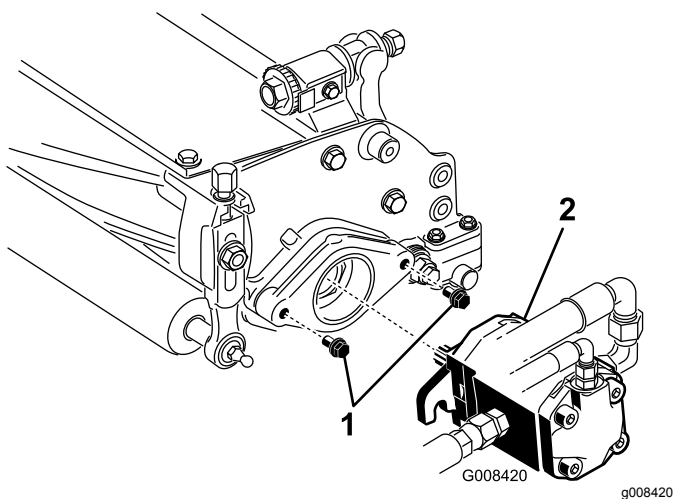

Figure 11
7. Le filetage doit dépasser de 13 mm sur chaque boulon de fixation de moteur d'entraînement du cylindre (Figure 11).
8. Lubrifiez l'arbre cannelé du moteur avec de la graisse propre, puis montez le moteur en le tournant dans le sens horaire de sorte que les brides passent les goujons. Tournez le moteur dans le sens antihoraire jusqu'à ce que les brides encerclent les goujons (Figure 11).
9. Resserrez les boulons de montage (Figure 11).